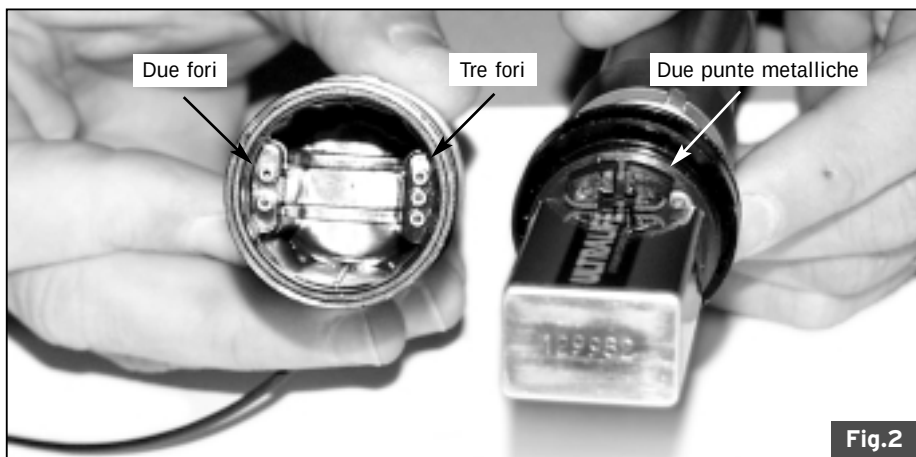
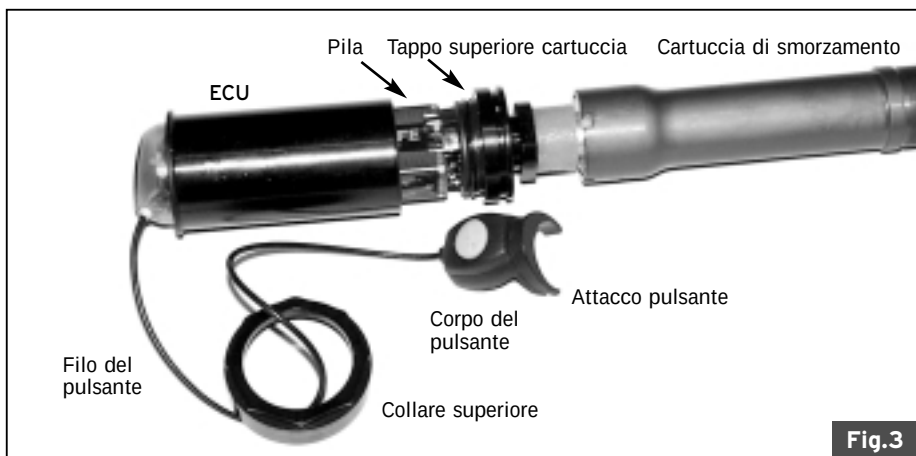

Fig. 2
Fig. 3
5. Osserva la base dell' ECU per vedere se un lato ha tre piccoli fori e l'altro ne ha solamente due. Vedi Fig. 2. Con la forcilla ancora compressa, spingi l' ECU nella cartuccia in modo che i fori dell' ECU e le punte metalliche sull'estremità della cartuccia combacino. Vedi Fig. 3. Il filo del pulsante dovrebbe spingersi direttamente fuori dall'estremità superiore dell'ECU.
5. Osserva la base dell' ECU per vedere se un lato ha tre piccoli fori e l'altro ne ha solamente due. Vedi Fig. 2. Con la forcella ancora compressa, spingi l' ECU nella cartuccia in modo che i fori dell' ECU e le punte metalliche sull'estremità della cartuccia combacino. Vedi Fig. 3. Il filo del pulsante dovrebbe spingersi direttamente fuori dall'estremità superiore dell'ECU.